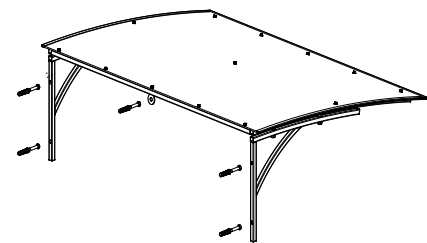

Рис. 6
-1 отверстие будет располагаться горизонтально (приваренная к рамке 1 круглая шайба). *Рис. 6.*
-4 отверстия (по 2 в каждом кронштейне) будут располагаться вертикально. *Рис. 6.*